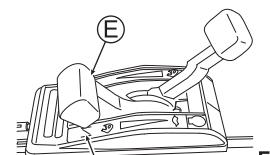

Fig. 11
- 3 Placez la Manette des gaz (E) sur la position Obturation "|". (Voir Fig. 11) (Vous pouvez démarrer le moteur en plaçant la manette sur "OFF" lorsque le moteur est chaud.)